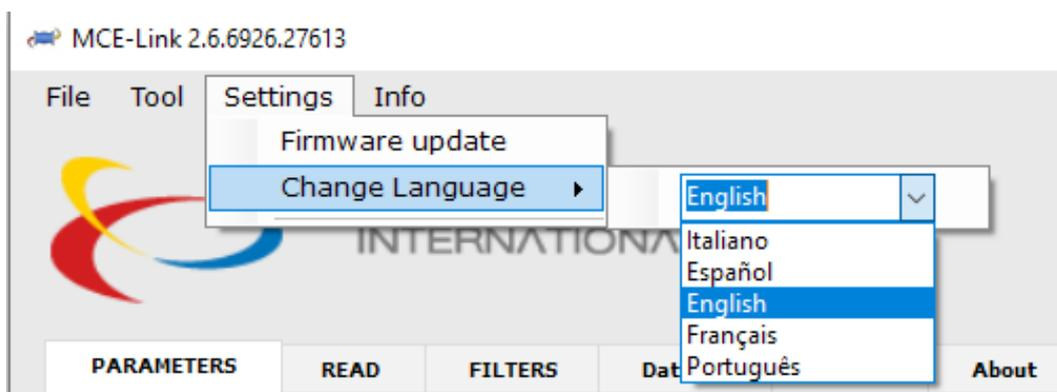

Fig. 41 Cambio lingua
**i** È possibile cambiare la lingua di visualizzazione delle schermate del software seguendo il percorso “Settings” > “Change language” e selezionando la lingua desiderata tra quelle disponibili (Fig. 41).